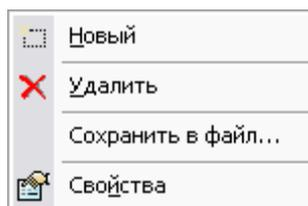
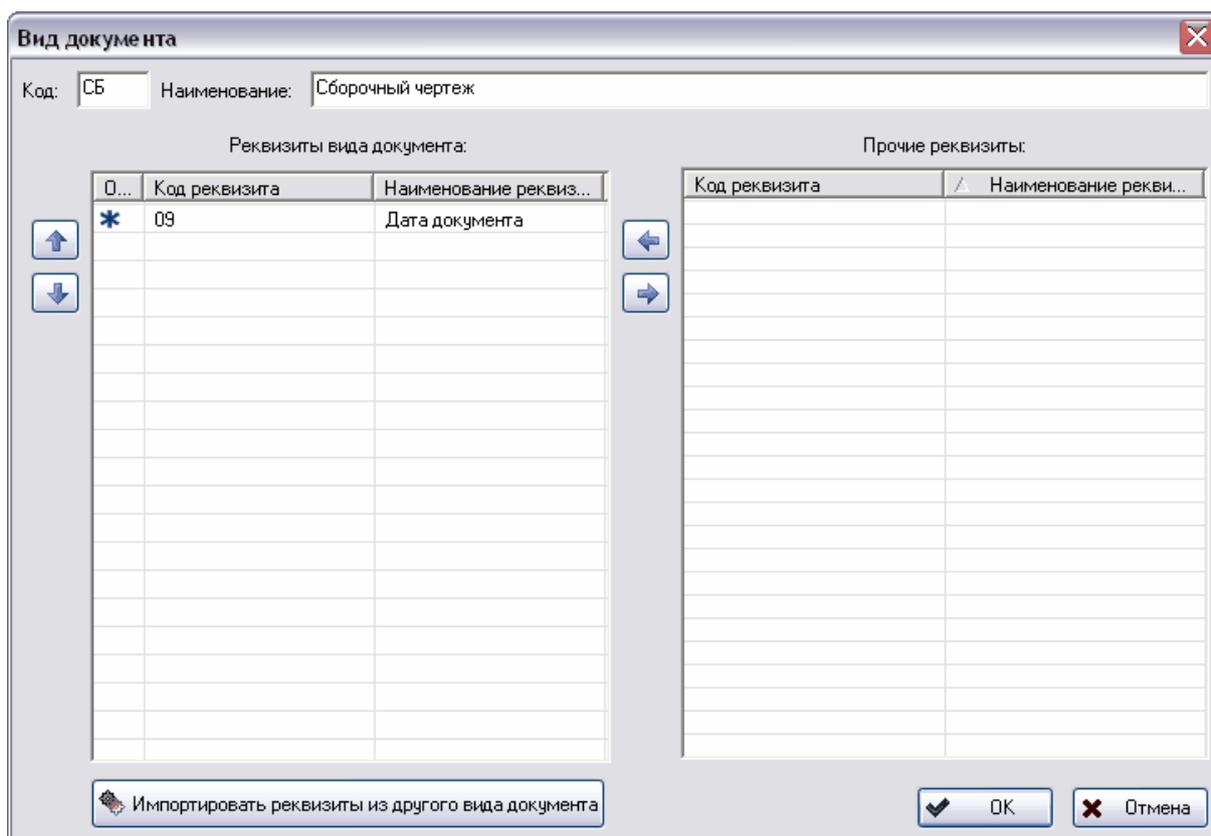

Рис. 62
Рис. 63 Вид документа
Работа с видами документов ведется посредством контекстного меню, вызываемого нажатием правой кнопки мыши на вид документа в правом окне (Рис. 62).
2. Нажмите правой кнопкой мыши на область правого окна и выберите пункт меню **Новый** (Рис. 62). После этого появится диалоговое окно **Вид документа** (Рис. 63).
- В диалоговом окне **Вид документа** введите код (необязательный параметр) и наименование (Рис. 63). Также при необходимости выберите реквизиты данного вида документа, перенеся их из списка **Прочие реквизиты** в список **Реквизиты вида документа** с помощью кнопки . Для удаления реквизита данного вида документа выберите его и нажмите на кнопку . Для импортирования реквизитов из другого вида документов нажмите на кнопку  и выберите вид документа из списка.
С видом документа можно проделывать следующие операции (Рис. 62):